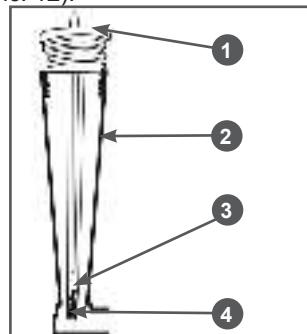

Рис. 12 Уровень масла в картере двигателя
- Подождите примерно 1 минуту, после чего установите крышку-щуп в отверстие горловины, не закручивая её (Рис. 12).
- Аккуратно вытащите щуп и осмотрите его. Уровень масла должен соответствовать верхней отметке 3 на щупе (Рис. 12).
4. Аккуратно извлеките щуп и осмотрите его. Уровень масла должен соответствовать верхней отметке 3 на щупе (Рис. 12).
- При недостаточном уровне масла в картере необходимо долить чистое масло до верхней отметки 3 на щупе (Рис. 12).